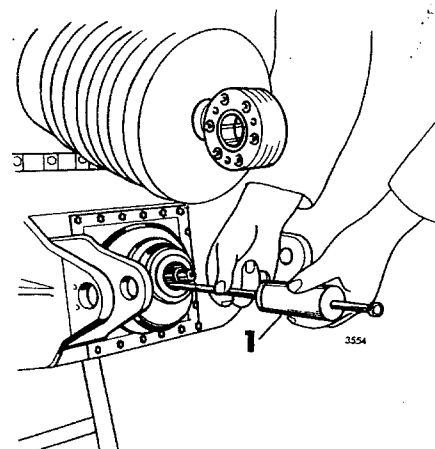

Fig 11—3. Demontering av tätningssring
3. Dra av medbringaren, se fig 11—2. För främre drivaxeln används SVO 2461.
4. Ta ut tätningsseringen, se fig 11—3. Kontrollera att tätningsseringens anliggningsyta på pinjongaxeln är fri från repor eller andra skador.